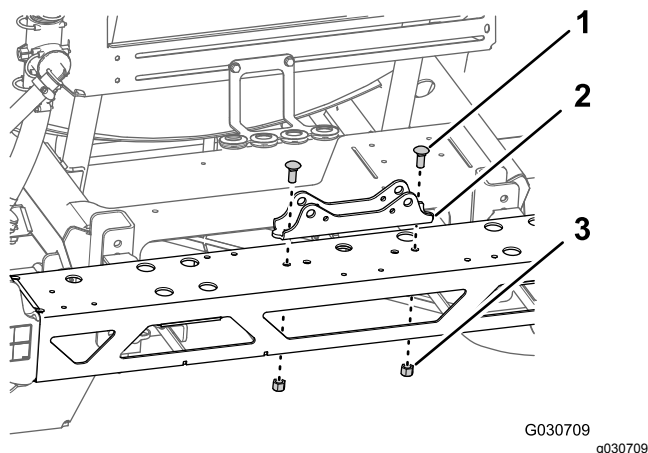

Figura 80
3. Retire los 2 pernos de cuello cuadrado (1/2" x 1 1/4") y las 2 contratuercas con arandela prensada (1/2") que sujetan el bastidor del cilindro a la sección de brazo central y retire el soporte (Figura 80).